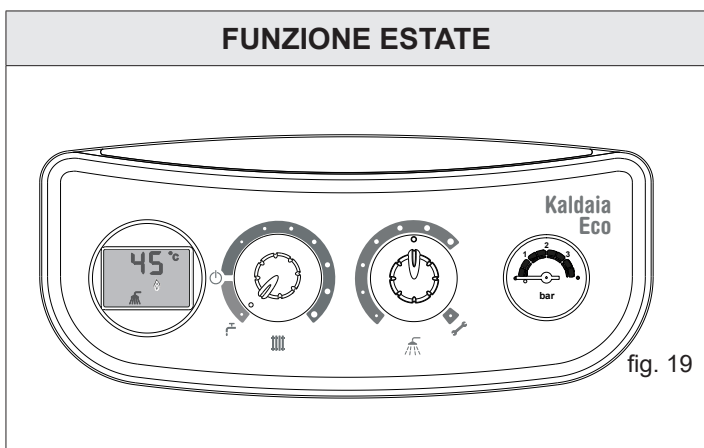

fig. 19
- Portare il selettore di funzione su F (estate) (fig. 19)